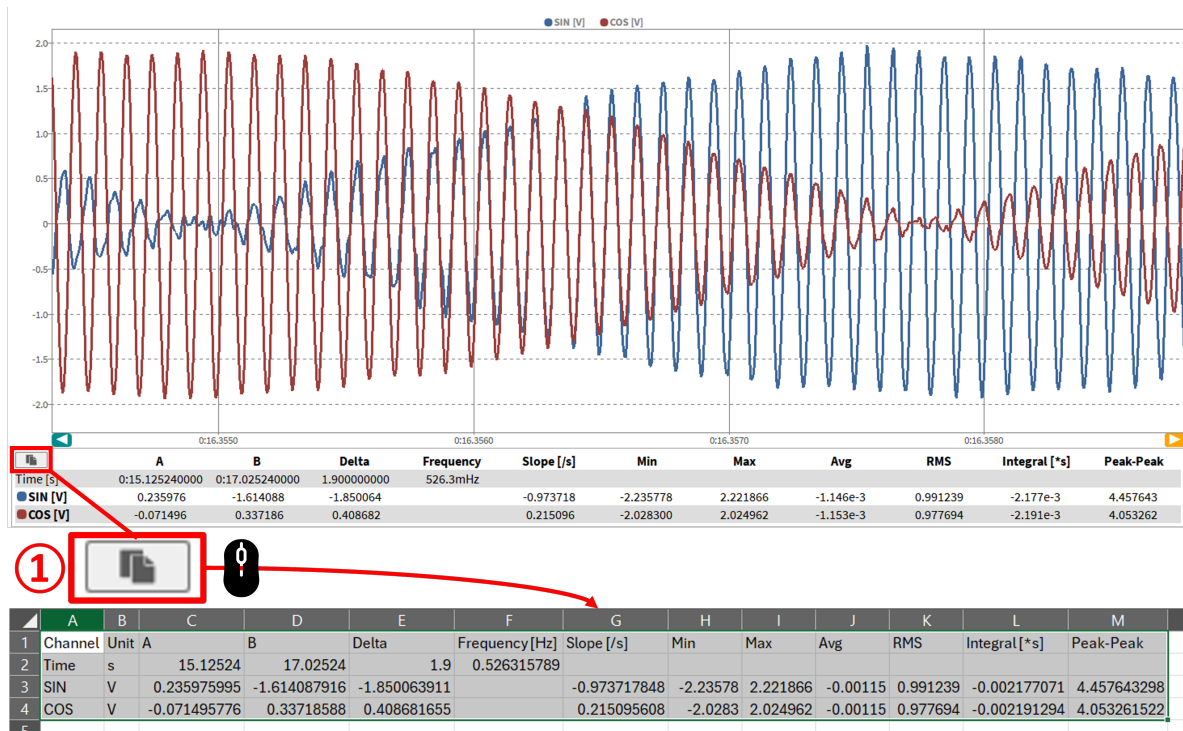

Abb. 8.33: Cursorwerte in Zwischenablage kopieren
Es ist auch möglich, die angezeigten Cursorwerte direkt aus dem verwendeten Instrument in die Zwischenablage zu kopieren und in beispielsweise einer Excel Datei oder eine simplen Textdatei einzufügen. Dazu klicken Sie einfach auf den Kopier-Button der Ihnen links über der Tabelle der Cursorwerte angezeigt wird (siehe ① in Abb. 8.33) oder Sie können einfach in das Instrument mit der linken Maustaste klicken und die Werte mit der Tastenkombination „STRG + C“ kopieren.